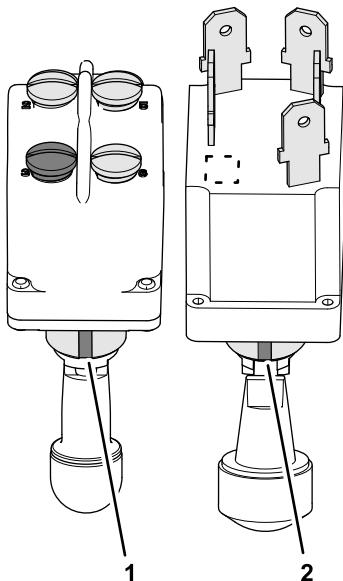

Figura 4
1. Identifique as ranhuras de chaveta nos interruptores da PTO novo e antigo (Figura 4).